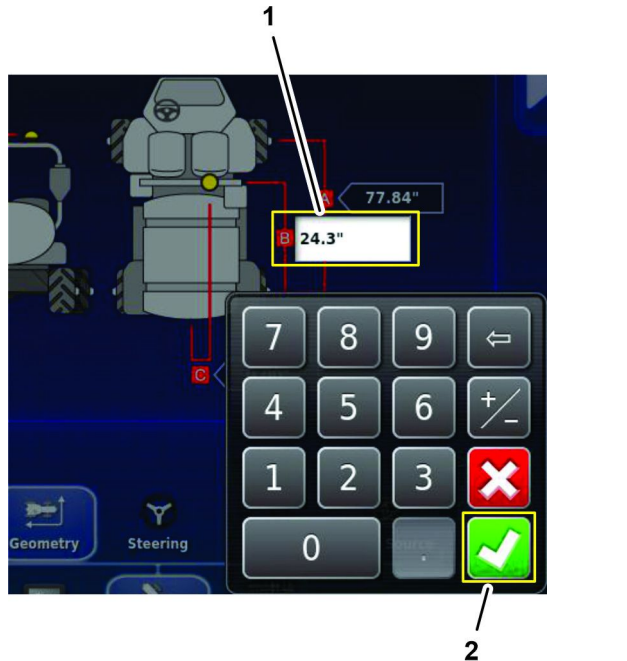

Figura 190
2. Pulse el icono Línea central del eje trasero y el icono Centro del receptor de satélite (B), utilice el teclado en pantalla para introducir la medida que anotó en el formulario de geometría del vehículo de Medición de la geometría del vehículo \(página 86\), y pulse el icono Confirmar (Figura 190).